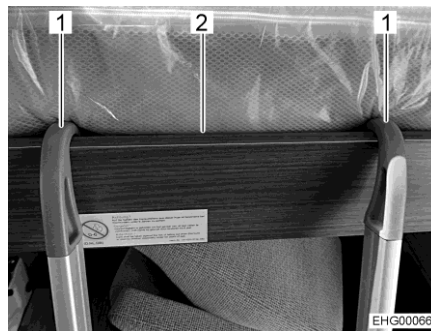

Fig. 103 Scaletta di accesso (letto basculante)
- Agganciare la scaletta di accesso al letto basculante con le due staffe (Fig. 103,1) infilate nel bordo del letto (Fig. 103,2). Durante l'aggancio prestare attenzione affinché le staffe vengano posizionate mediante i dispositivi di fissaggio interni. Questo serve a impedire che la scaletta di accesso scivoli di lato.
- Sganciare la scaletta di accesso (Fig. 103,1).